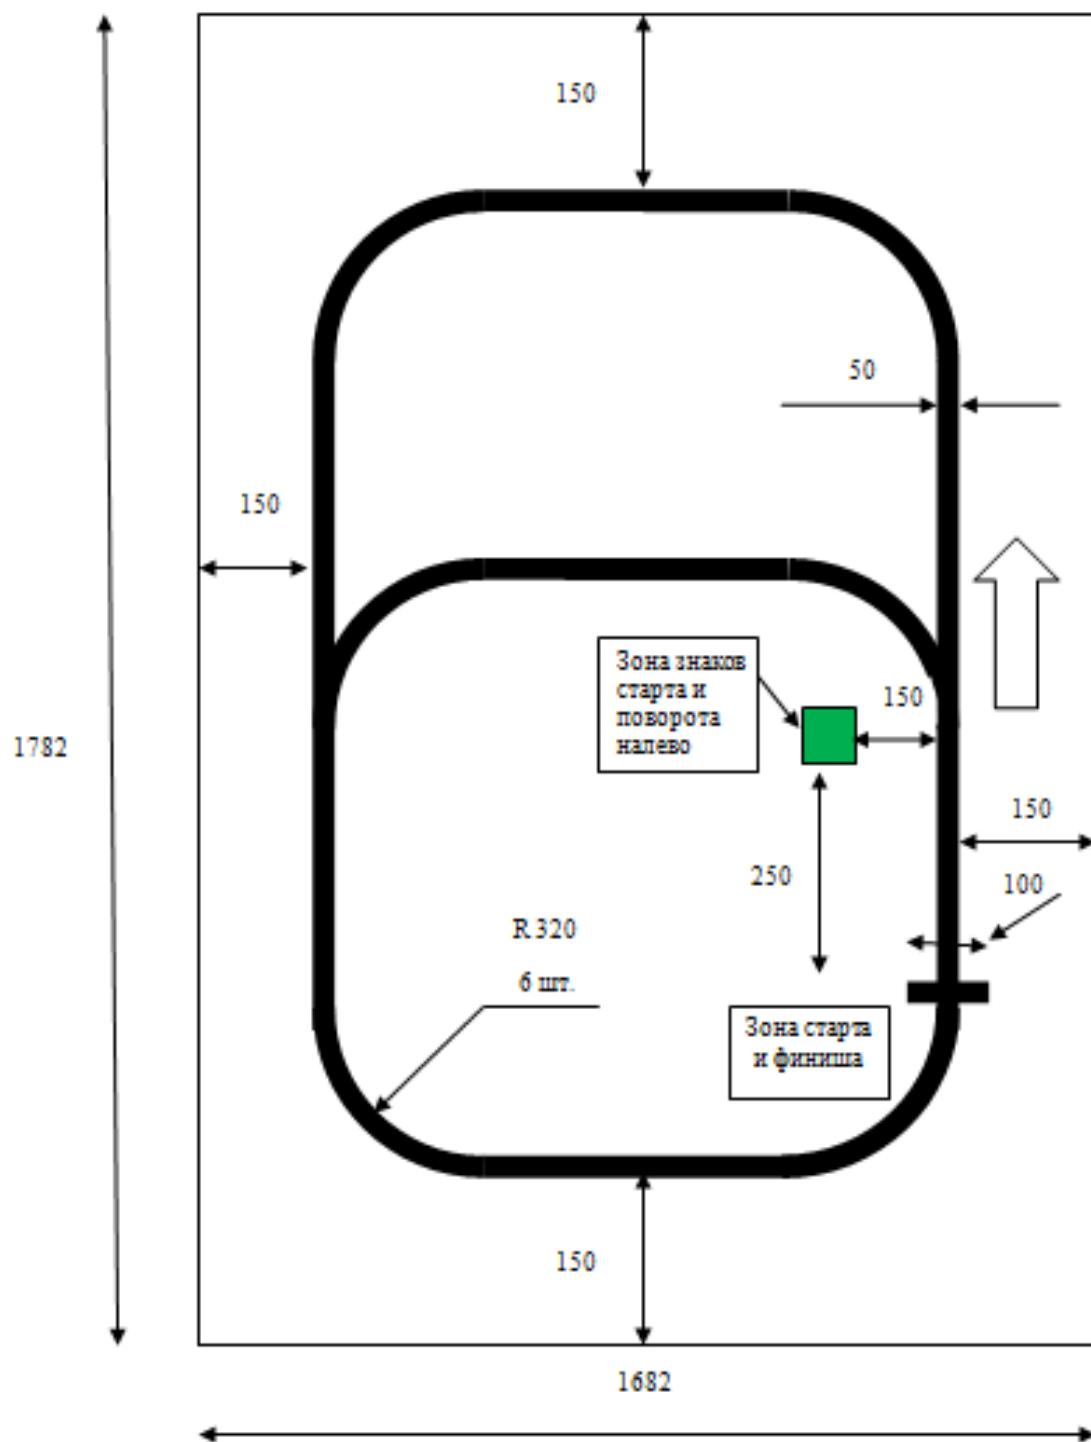

Рис. 1. Схема трассы
7.12. При сходе с полосы (а при развороте перед препятствием — сходе с трассы) не более чем двумя колесами разрешается. Границы трассы обозначены желтыми линиями (см. рис. 1).
- 4.6. Знаки на трассе устанавливаются с левой стороны полосы движения, как показано на рис. 1.